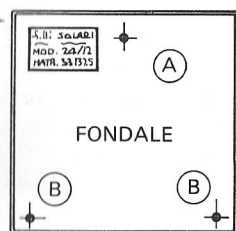

fig.2
Segnare sulla parete il punto (A), corrispondente al gancio di supporto superiore dell'orologio. (fig. 2)
Forare con punta da $\varnothing$ 6 mm. Inserendo la vite a testa svasata (C) (fig. 2), fissarvi l'annesso tassello.